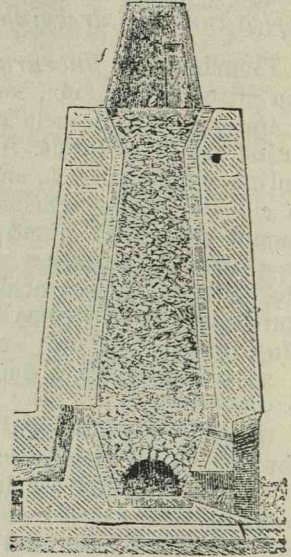

Fig. 161. Cuptor continuu.
*Cuptoarele continue*, fig. 161, au forma conică, sunt mai înalte (10 m.) și se încălzesc printr'un focar lateral b. Se încarcă ca și